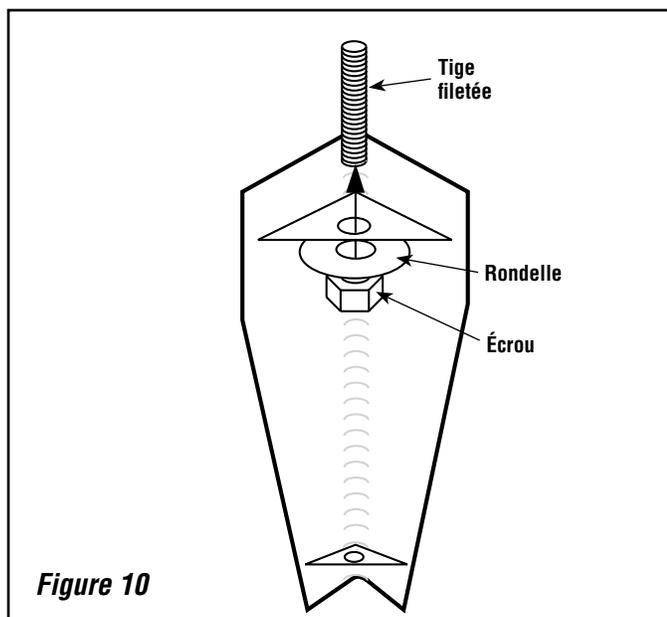

Figure 10
2. Monter les quatre pieds comme indiqué à la **figure 10**.